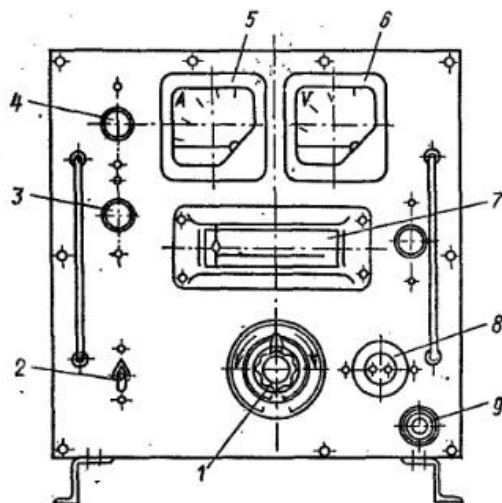

Рис. 87. Стенд СП-1 для проверки пылесосов:
**Стенд СП-1 для проверки пылесосов.** Предназначен для проверки мощности, тока и создаваемого разрежения ручных и напольных пылесосов. На панели стенда размещены: амперметр 5 (рис. 87), вольтметр 6, тягомер 7, выключатель 2, предохранители, сигнальная лампочка 4 и ручка 1 автотрансформатора типа ЛАТР. Стенд укомплектован прибором для измерения емкости конденсаторов помехоподавляющих устройств коллекторных электродвигателей.